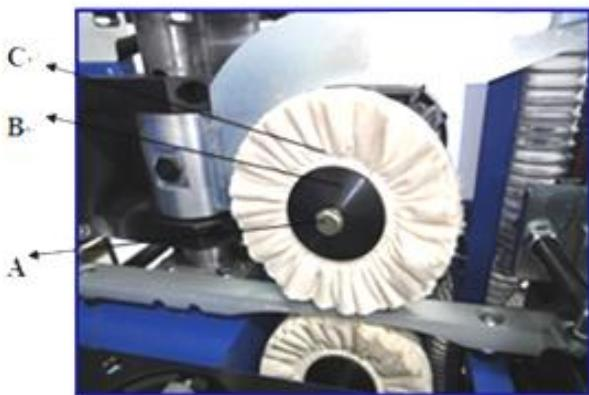

Рисунок 42
1. Ослабьте блокировочный винт А (рис. 42)
3. Как только достигните желаемого положения, затяните винт А (рис. 42 )
1. Ослабьте фиксирующий винт А (рис. 42)
3. Как только достигните желаемого положения, затяните винт А (рис. 42)
Для замены полировальных узлов необходимо ослабить крепежный винт **A** (рис. 42).
Вытяните фланец **B** (рис. 42).